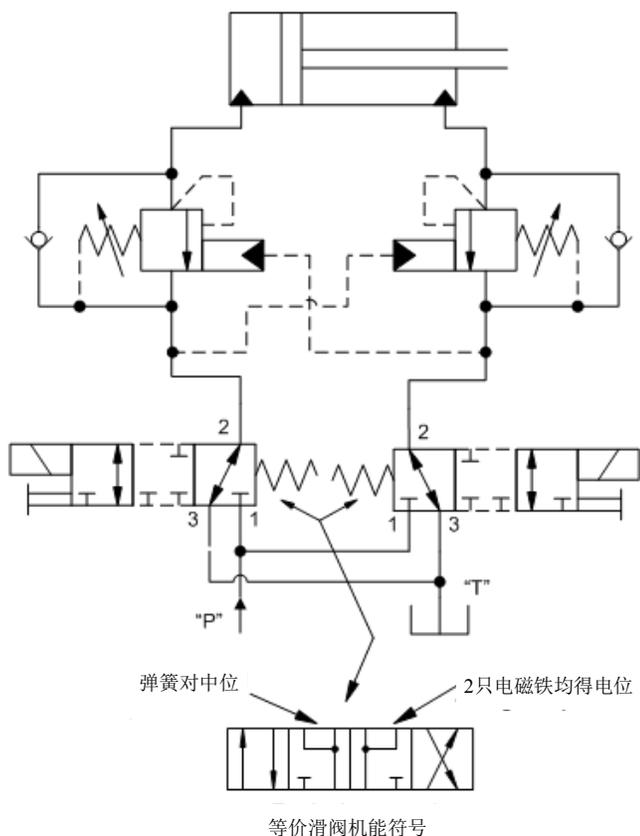

图 8.
- 2只DMDA可以用于配置成1只3位4通换向阀。(其中任意1只阀得电, 将会使液压缸伸出或缩回。同时使两只阀得电, 将会使液压缸以差动模式运动中, 如图8所示)